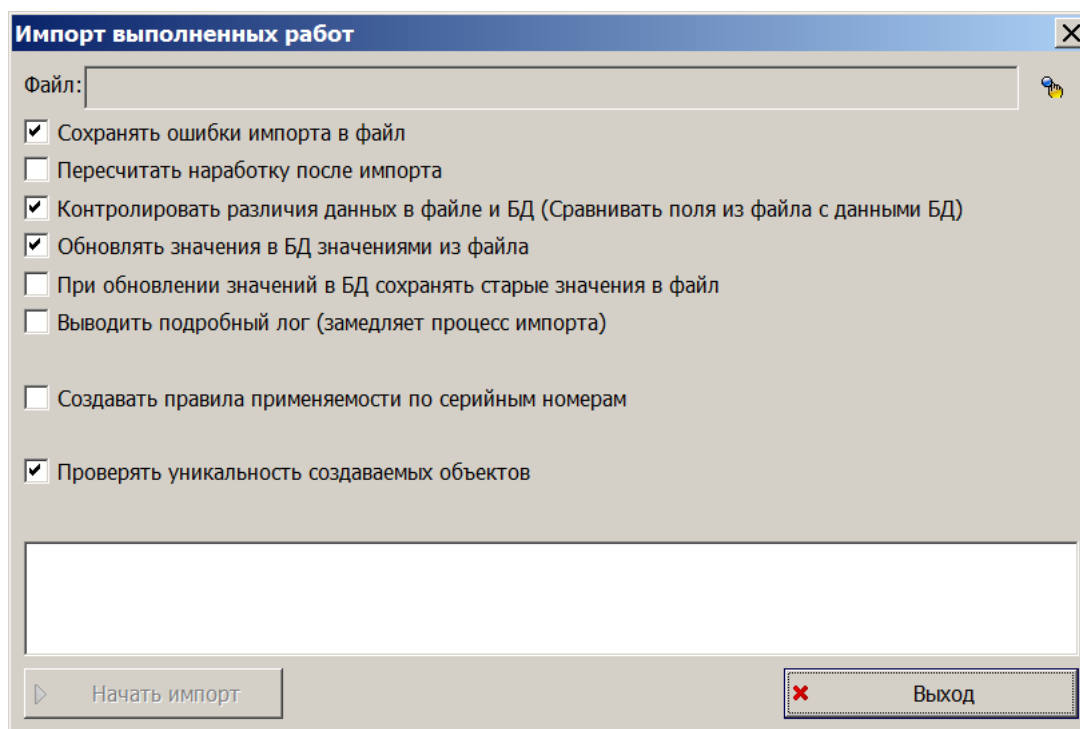

Рис. 30-64 – Диалоговое окно для импорта выполненных работ
4) В диалоговом окне «Импорт выполненных работ» выбрать файл для импорта, нажав кнопку справа от поля «Файл» (рис. 30-64).